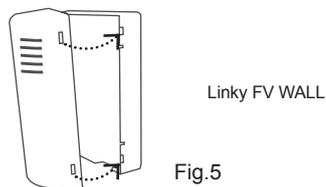

Fig.5
E. Chiudere il dispositivo posizionando la parte frontale sulla base, facendo coincidere i due dentini negli appositi intagli della base. Ruotare la parte frontale verso la base premendo moderatamente fino allo scattare dei restanti dentini plastici (Fig.5).